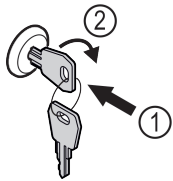

Fig. 126
- ▶ Vajutage võti sisse Fig. 126 (1).
- ▶ Keerake võtit 90° päripäeva Fig. 126 (2).